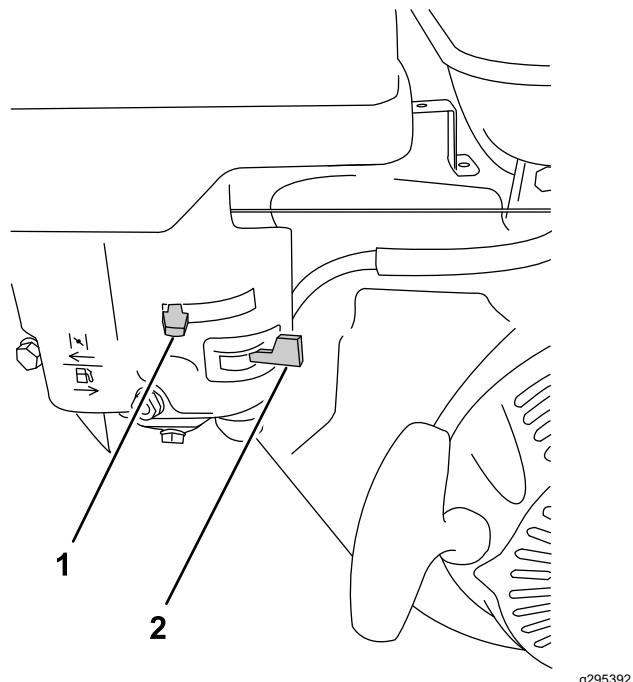

Figure 14
1. Tournez le robinet d'arrivée de carburant à la position OUVERTE (Figure 14).
3. Positionnez la commande de starter comme suit (Figure 14) :